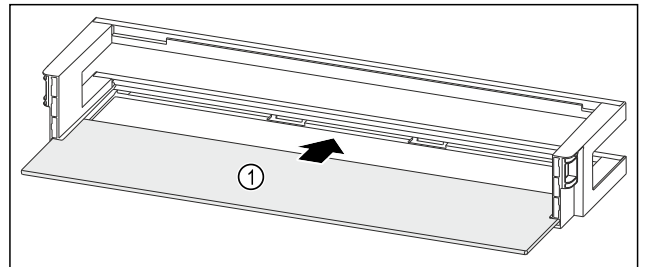

Fig. 119 Türabsteller mit Abstellfläche
- ▶ Abstellfläche Fig. 119 (1) in die seitlichen Einsparungen einschieben.